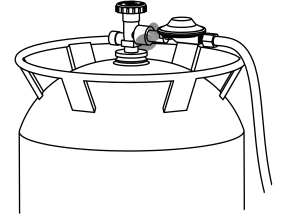

Figure 7
2. Çözeltiliden birkaç damla, gaz tüpü vanası ile regülatör arasındaki bağlantıya uygulayın (bkz. Figure 7).